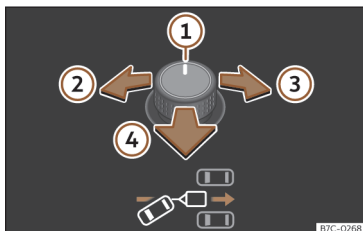
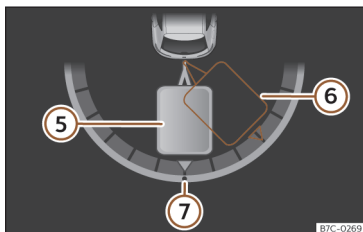

Fig. 164 Comando giratório dos retrovisores exteriores: ajustar o ângulo do reboque.
Fig. 165 Ecrã do painel de instrumentos: na marcha-atrás.
Legenda da >>> **Fig. 164**, >>> **Fig. 165**:
- Rode o comando giratório até atingir a direção desejada >>> **Fig. 164**. No ecrã do painel de instrumentos aparece, a modo de orientação, uma representação do conjunto veículo trator e reboque na posição atual >>> **Fig. 165**.